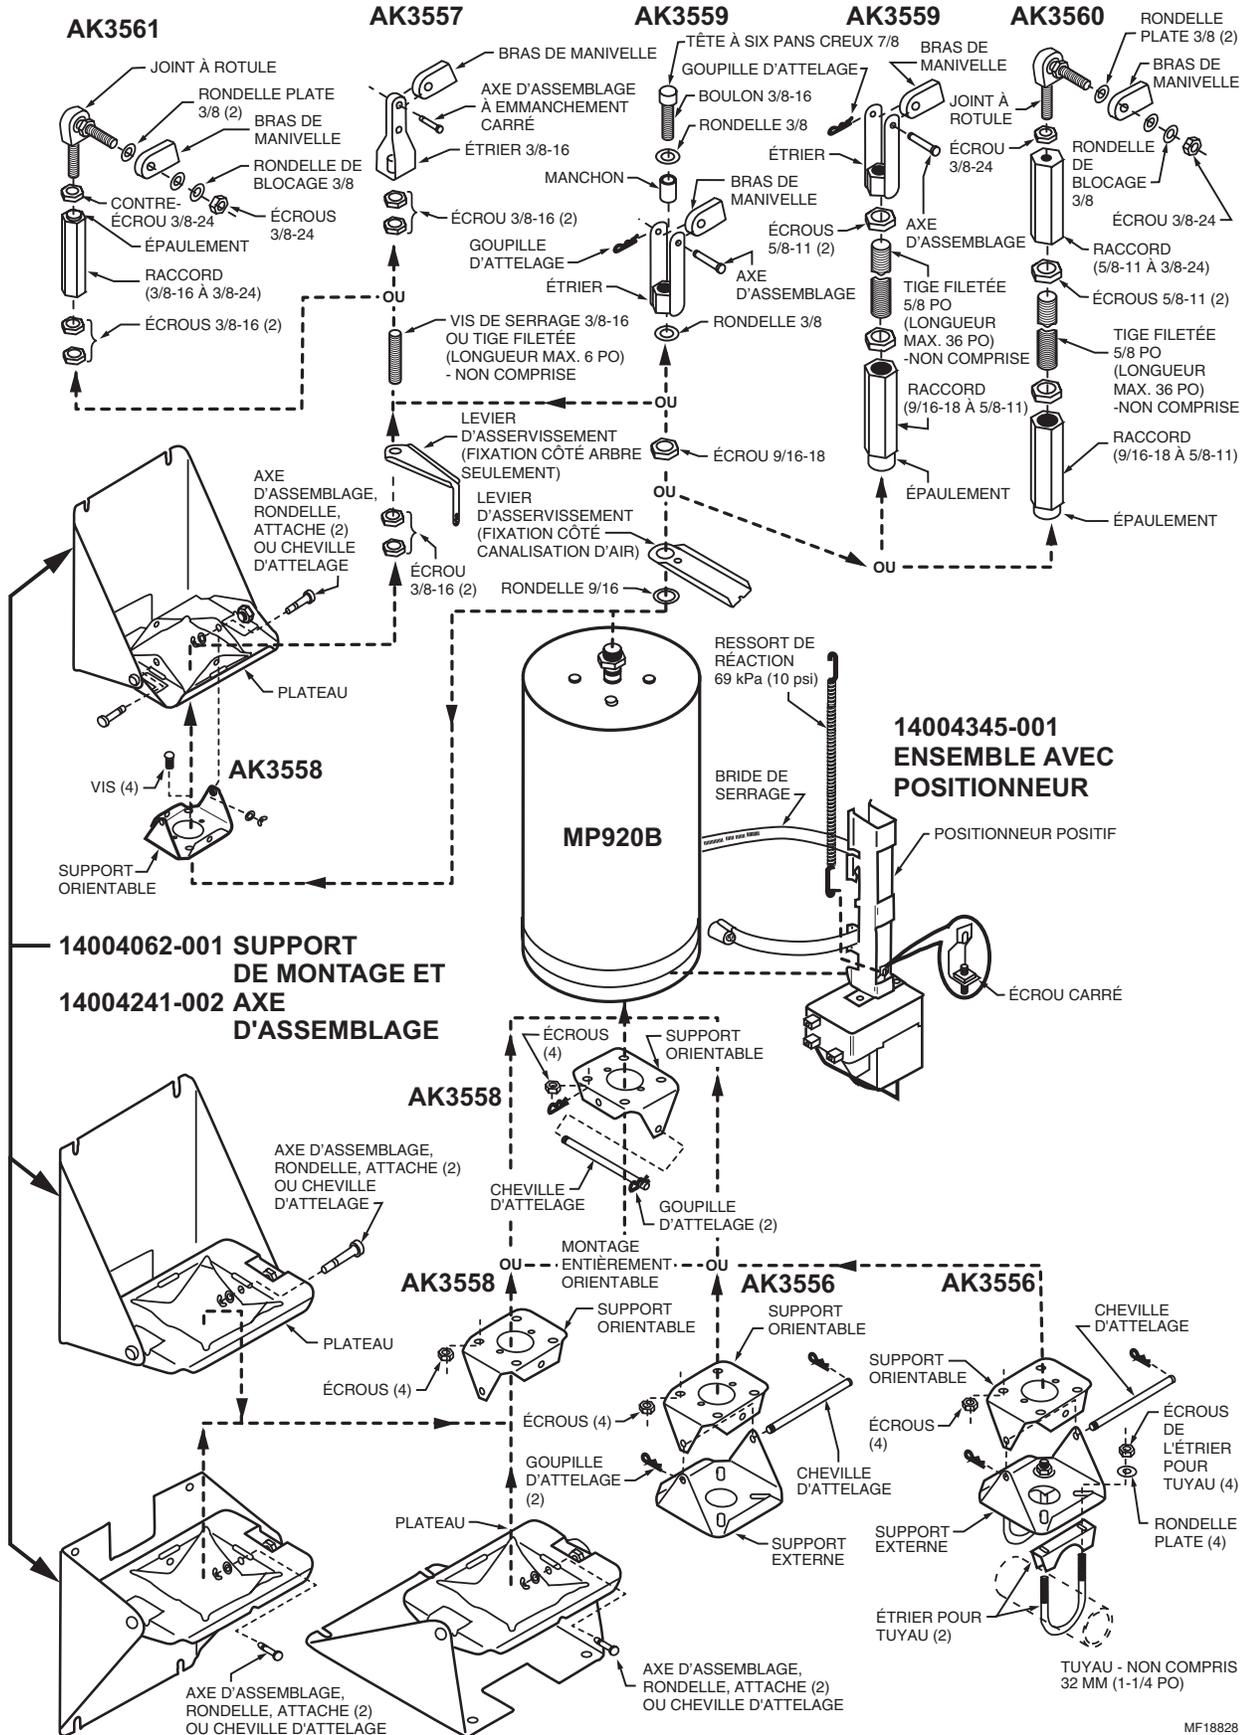

Fig. 5. Options de fixation du MP920B.
L'actionneur peut être raccordé à un support articulé ou fixe du côté de l'arbre ou du côté de la canalisation d'air. Voir la Fig. 5 pour observer les possibilités de raccordement que permet le matériel standard.
3. Choisir le support de fixation nécessaire à l'installation. Consulter le Tableau 1 et la Fig. 5.
4. Choisir le sachet d'éléments de liaison nécessaire. Consulter le Tableau 1 et la Fig. 5.